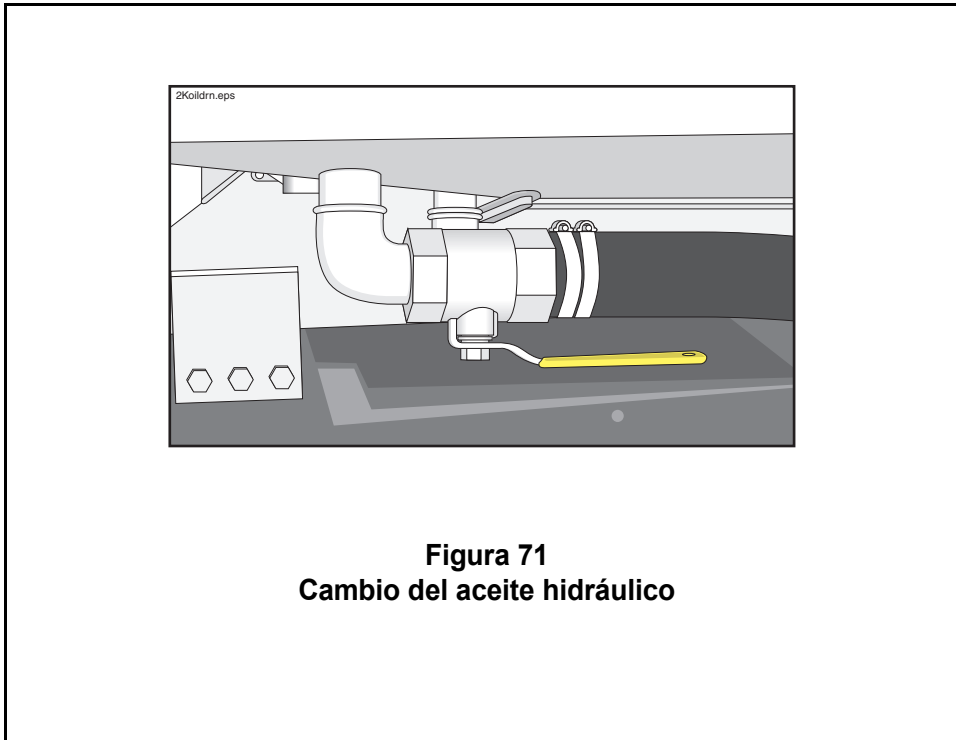

Figura 71
- c. Drene el aceite viejo a barriles o a otro receptáculo de aceite usado. Se puede extraer el aceite con una bomba de la cubierta de inspección arriba del tanque, o se lo puede drenar por la parte inferior del tanque (Figura 71).